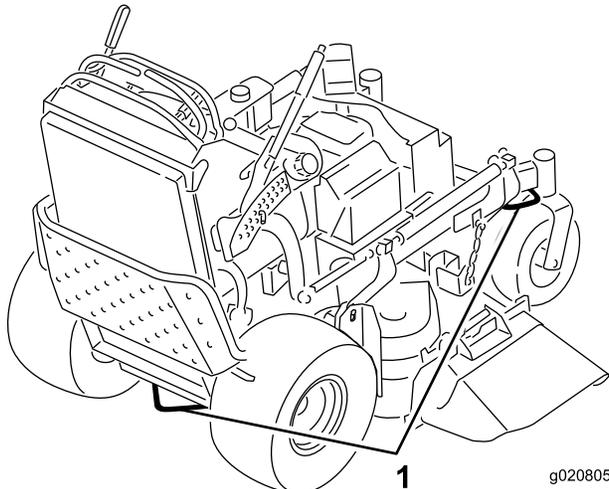

図 26
6. マシンにはロープ固定用のアイがついているので、チェーンやロープなどを使ってトラックやトレーラに機体をしっかりと固定する 図 26